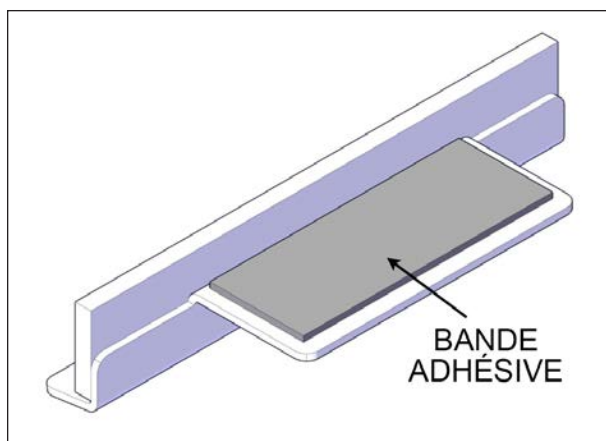

FIGURE 91: RETIRER LA BANDE DU JOINT RACLEUR
2. Retirer le protecteur rouge de la bande adhésive double-face d'un des joints racleurs, voir Figure 91.